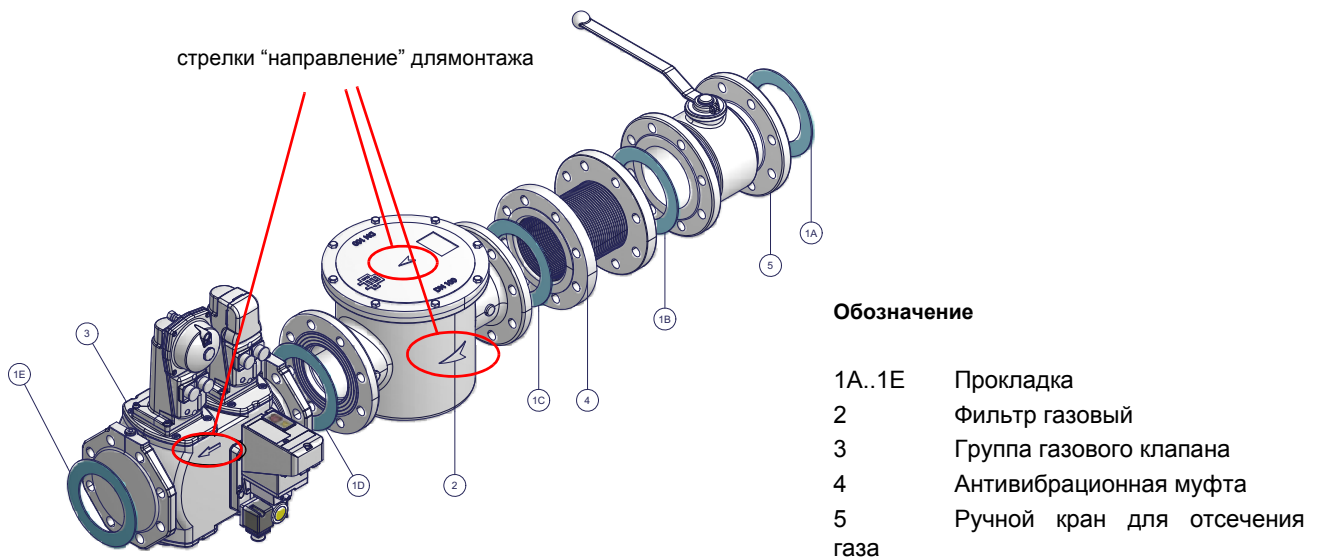

Рис. 2 - Пример газовой рампы
- 1 - б) при фланцевых соединениях: между соседними компонентами устанавливать прокладку (1A..1E - Рис. 2), совместимую с используемым газом,
**ВНИМАНИЕ:** после монтажа газовой рампы согласно схеме на Рис. 2, необходимо провести тестирование на герметичность газового контура, согласно требований действующих нормативов.
**ВНИМАНИЕ:** после монтажа газовой рамы согласно схеме на Рис. 2, необходимо провести тестирование на герметичность газового контура, согласно требований действующих нормативов.
Таким образом, задачей системы подачи топлива является подача насосом топлива и подогрев последнего. Вязкость тяжелого жидкого топлива выражается в разных единицах измерения; самыми распространенными являются: градусы по Энглеру - °E, сантистоксы - сСт, шкала Сайболт и Редвуд. Таблица 3 отображает конвертацию одной единицы измерения в другую. Например, вязкость в 120 сСт равна 17 градусам по Энглеру. График на изображении отображает каким образом меняется вязкость тяжелого жидкого топлива при изменении его температуры. Например, топливо, которое при 50°C имеет вязкость примерно в 20 °E, при его нагреве до 100°C имеет вязкость примерно 3°E. Что касается возможности перекачивания топлива насосом, то эта характеристика зависит от типа насоса, который перекачивает это топливо, хотя на диаграмме на изображении цитируется ориентировочный предел, равный 100°E. Поэтому, необходимо смотреть характеристики насоса, поставляемого вместе с горелкой. Обычно, температура жидкого топлива на входе в насос возрастает в зависимости от вязкости. Обратившись опять к диаграмме на Рис. 2, можно определить, что для того, чтобы перекачивать жидкое топливо вязкостью 10°E при 50°C, необходимо подогреть его до примерно 40°C.